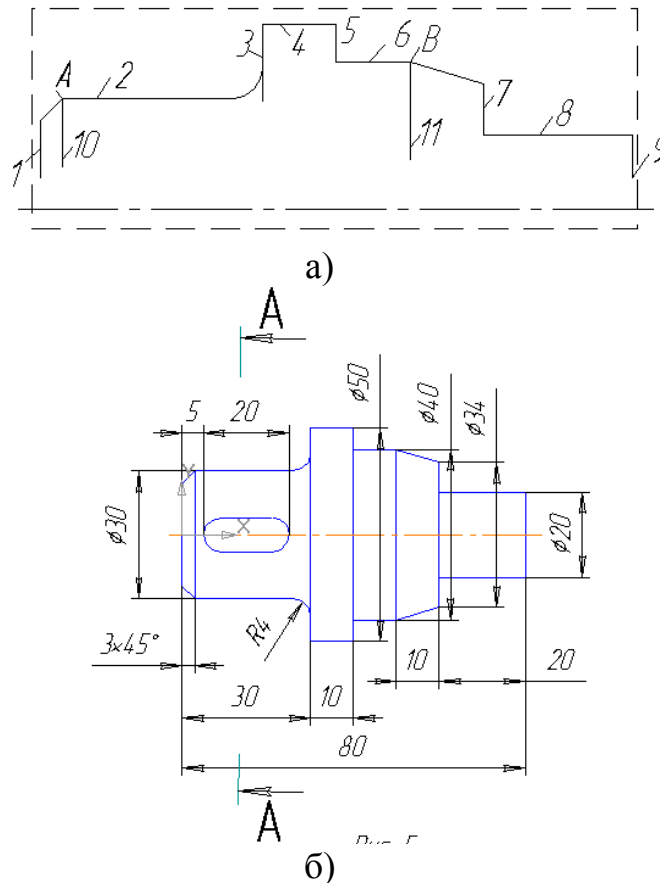

Рис. 5. Поэтапное построение вала: а – начало построения; б – окончание построения;
Обвести контур, составленный из вспомогательных линий (рис.5).
Построить чертеж вала по образцу (см. рис. 5).
3. Последовательно построить отрезки 1 – 9 (см. рис. 5 а):
10. Построить вторую половину вала (рис. 5 б):